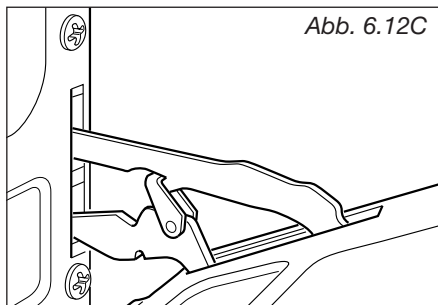

Abb. 6.12C
3. Ofentür anheben. Die Kerbe des unteren Scharnierteils löst sich aus der Raste (abb. 6.12C).